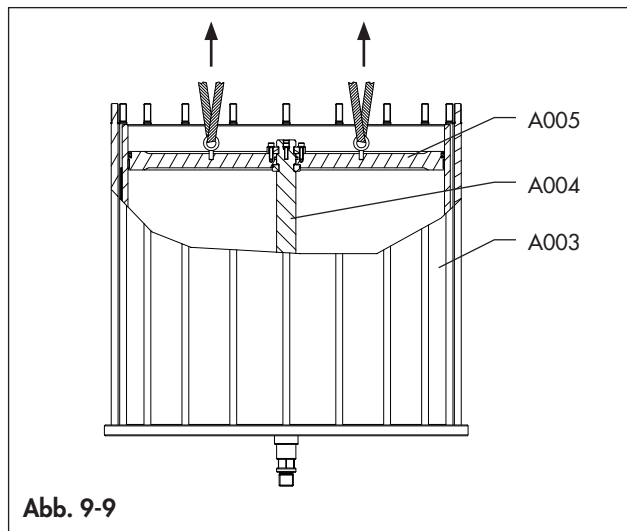

Abb. 9-9
- Entfernen Sie den Kolben (A005) zusammen mit der Welle (A004) mit Hilfe von Ringschrauben aus dem Zylinder (A003), wie in Abbildung 9-9 gezeigt.